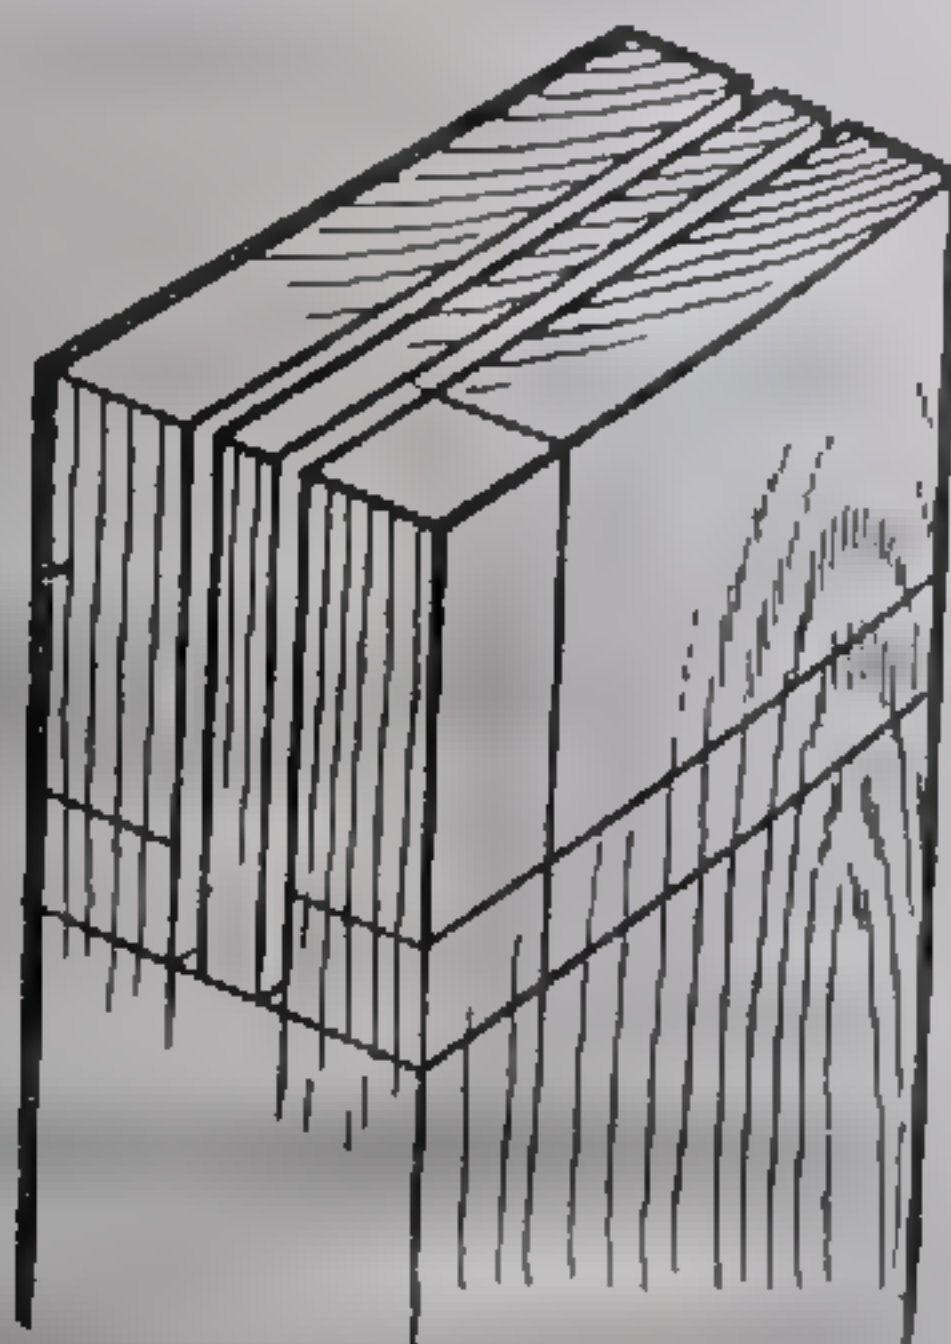

Рис. 16. Запиливание проушины у бруска, в котором будет фальц.
4. Запилить проушины (рис. 16).